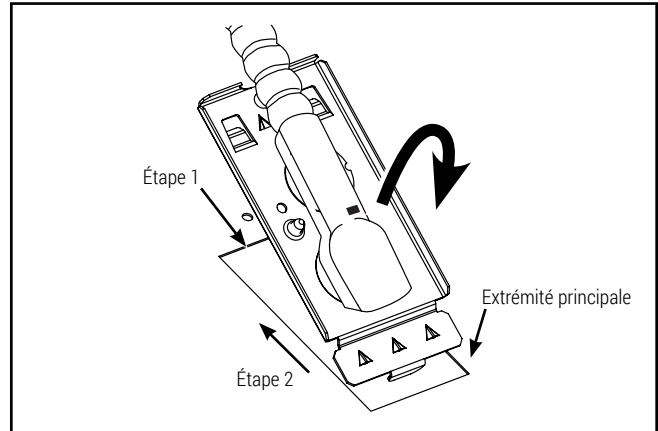
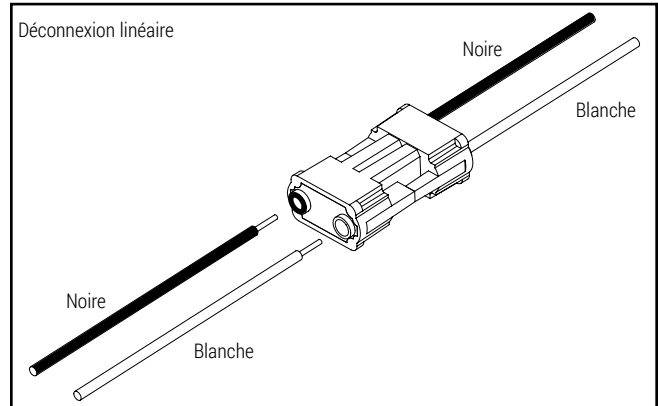

Figure 3.
Figure 4.
4. Enlevez la plaque d'accès électrique et retirez les entrées défonçables de la plaque d'accès pour attacher le câble d'alimentation électrique (Figure 3). Effectuez les raccordements de câblage nécessaires à l'entrée de la ligne CA du circuit de sortie. Un dispositif de débranchement linéaire est fourni afin d'accélérer l'installation (Figure 4).
Étape 1: Pour insérer la plaque d'accès, faites-la pivoter jusqu'à ce que l'extrémité avant soit à l'intérieur du chemin de câble (Figure 3).